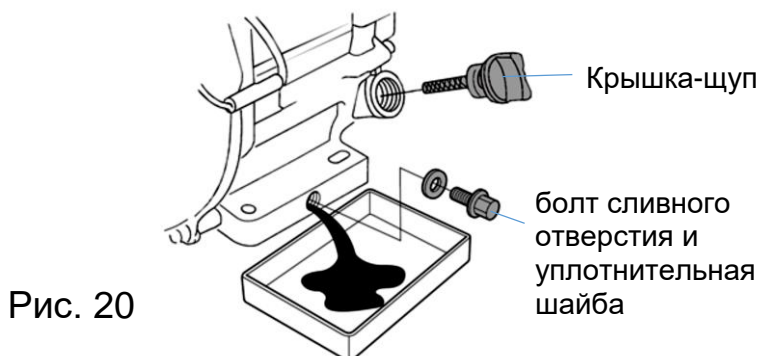

Рис. 20
1. Подготовьте емкость для слива отработанного масла и разместите ее под сливным болтом на картере двигателя. Отверните сливной винт для слива масла (см. рис. 20). Чтобы масло легче сливалось снимите крышку-щуп с горловины патрубка для заливки масла.
2. Открутите крышку маслосливного отверстия. (см. рис. 20) Для ускорения слива снимите крышку с маслозаливного отверстия.